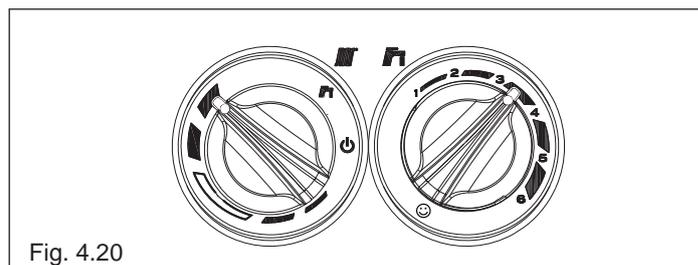

Fig. 4.20
- portare il selettore temperatura acqua riscaldamento al valore massimo (fig. 4.20)